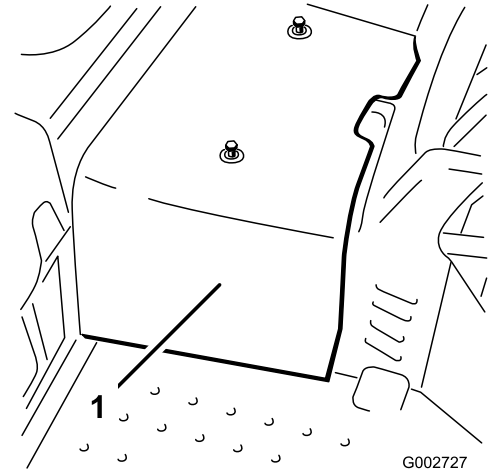

图33
2. 拧掉将中央护罩固定到机器的 2 个螺丝然后取下护罩 图33。